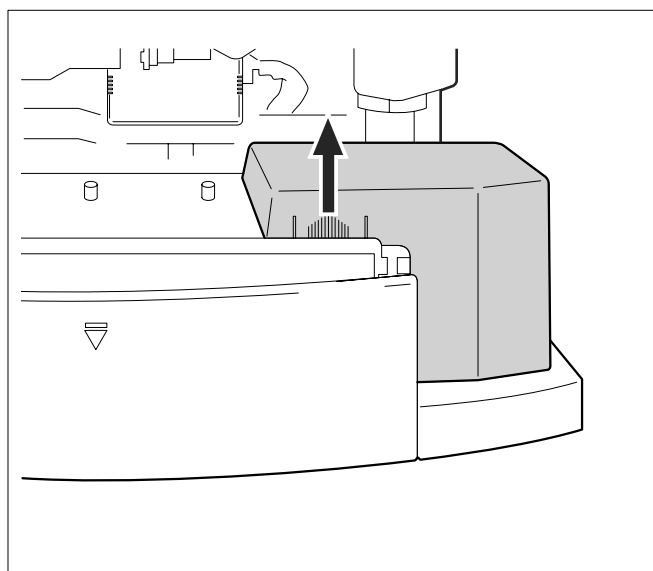

Fig. 59 Scoaterea capacului cutiei de conexiuni
- Îndepărtați capacul cutiei de conexiuni (vezi Fig. 59).